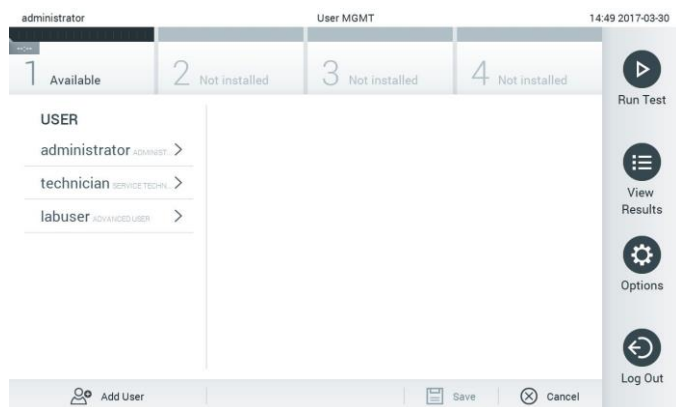

Figura 47. A tela User Management (Gerenciamento de usuários).
1. Pressione o botão Options (Opções) e o botão User Management (Gerenciamento de usuários). A tela User Management (Gerenciamento de usuários) é exibida na área de conteúdo da tela (Figura 47).